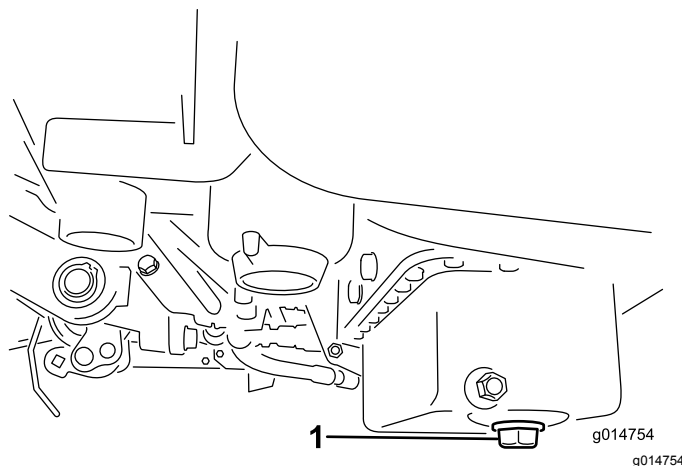

Figure 40
1. Retirez le bouchon de vidange et laissez couler l'huile dans un bac de vidange. Remettez le bouchon quand la vidange est terminée (Figure 40).